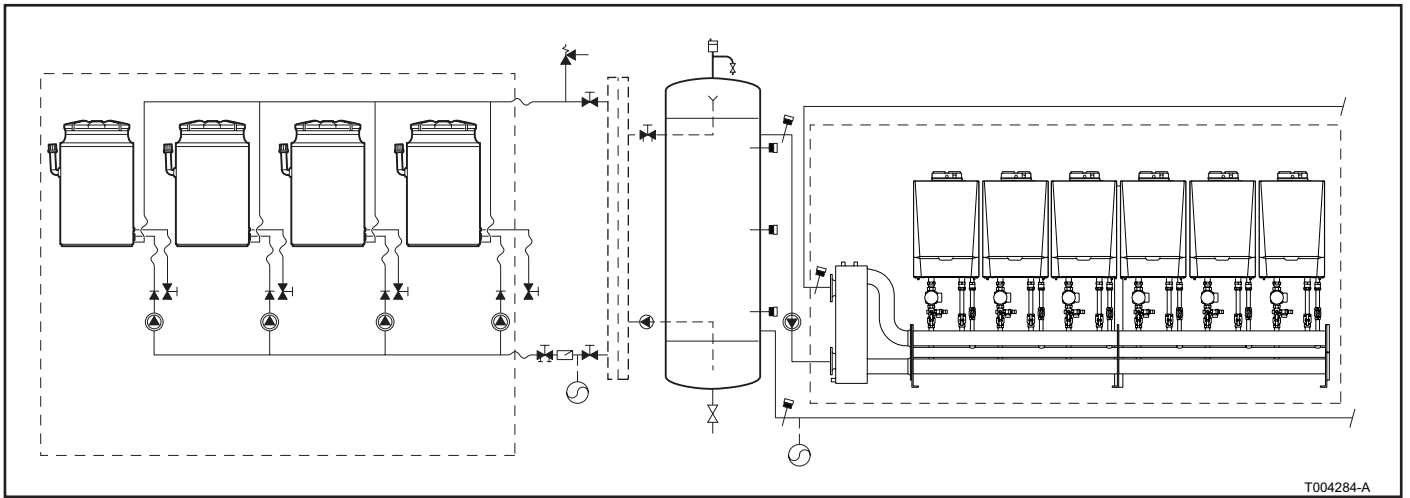
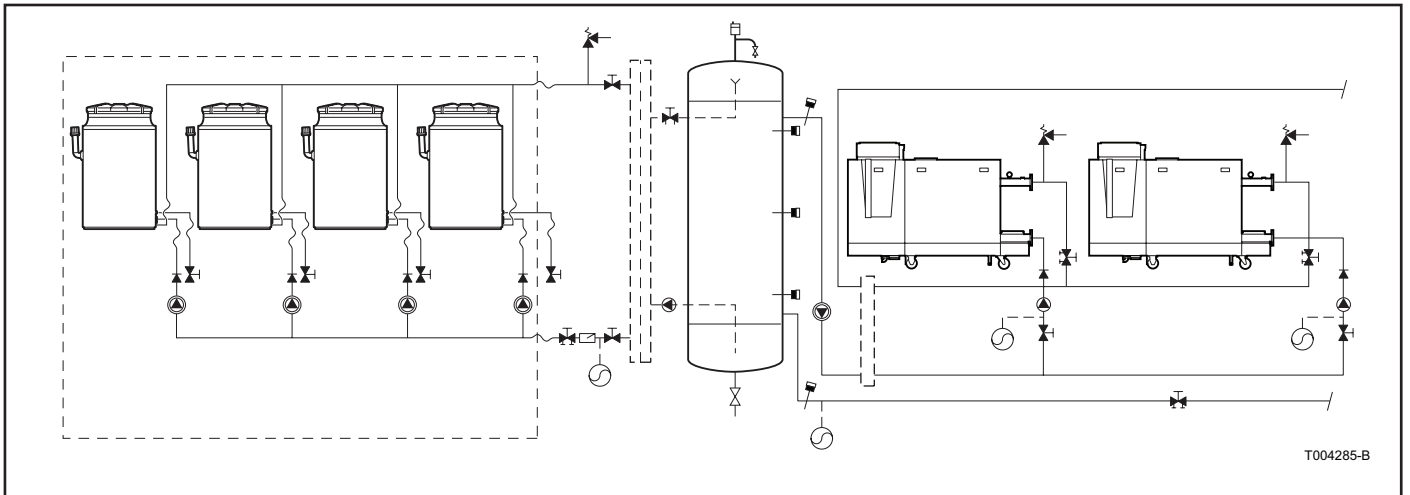

Fig. 02 Diagrama hidráulico con calderas Quinta Pro
Fig. 03 Diagrama hidráulico con calderas Gas 310
- La temperatura de circulación programada del sistema se puede seleccionar por encima de la temperatura máxima de la bomba de calor cuando las calderas adicionales están contactadas hidráulicamente a las bombas de calor en serie (*consulte también la Fig. 02 y la Fig. 03*).